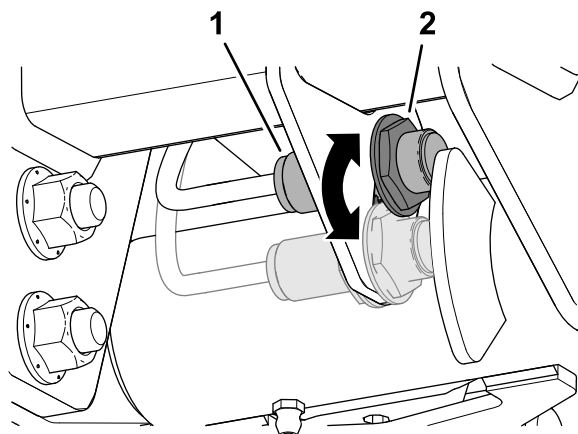

Figura 93
3. Afloje la contratuerca que sujeta el interruptor del brazo de elevación a la placa de los interruptores (Figura 93).